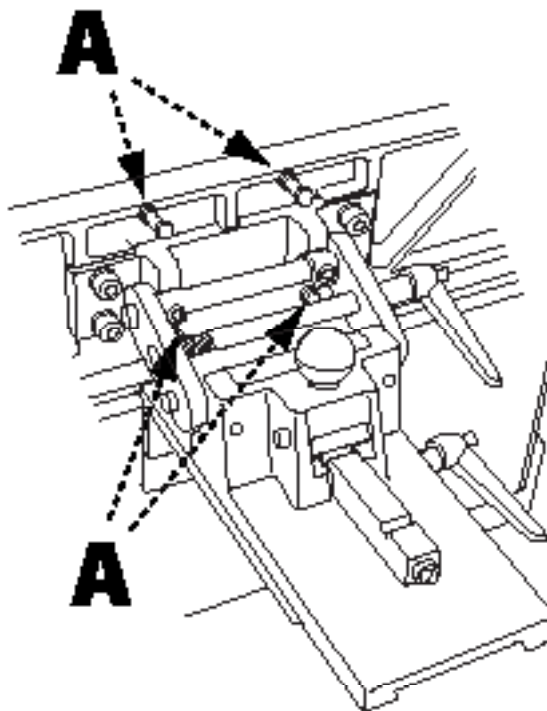

FIGURE 18
2. Reportez-vous à la Figure 18 et repérez les deux jeux de boulons de butée de 45° (A). Il y a deux boulons qui fixent la position de la butée de 45° vers l'intérieur et deux qui fixent la position de la butée de 45° vers l'extérieur.